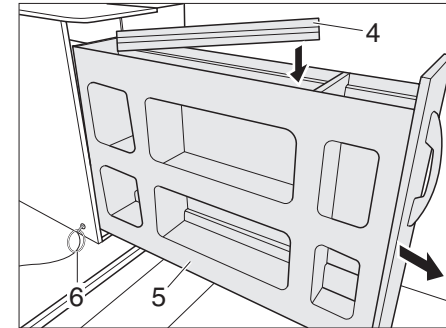

Bild 53 Stuva undan stödskenorna
- ▶ Dra i ögla (Bild 53,6).
- ▶ Öppna det utdragbara skåpet (Bild 53,5) på fordonets högra sida och stuva undan lamellerna (Bild 53,4) .